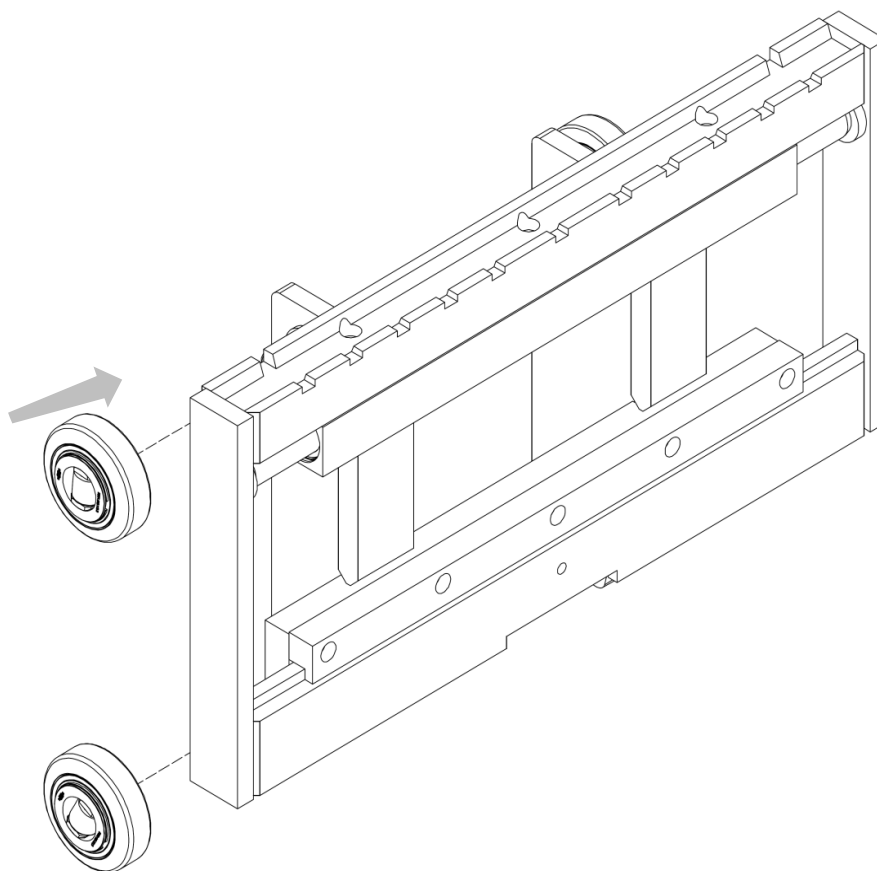

Figura 9
5. Acople los rodillos deslizantes del mastil a los pasadores realizados en los hombros (mira *Figura 9*, en esta imagen, al igual que en las siguientes, los rodamientos, hombros y mastiles indicados serán puramente indicativos, con el único propósito de mostrar el correcto montaje del equipo).